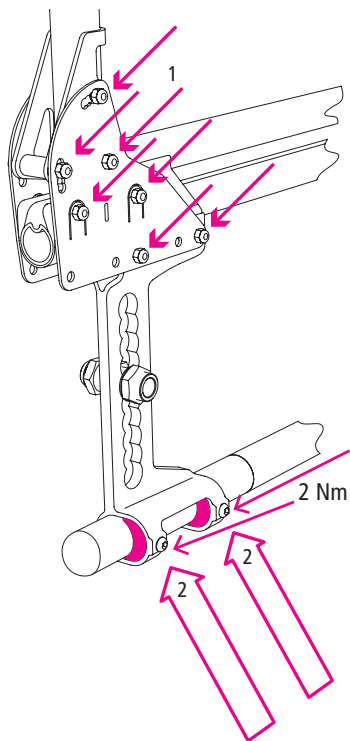

Abb.50
1. Um den Radsturz zu verändern, lösen Sie die Schrauben (1,2, Abb. 50) der Verbindungsplatte zum Rückenrohr.
3. Wenn sich die 4 Platten an der richtigen Position befinden, setzen Sie alle Schrauben (1, Abb. 50) wieder ein und ziehen Sie sie fest. Ziehen Sie nun auch die unteren Klemmschrauben (2, Abb. 50) wieder fest an.